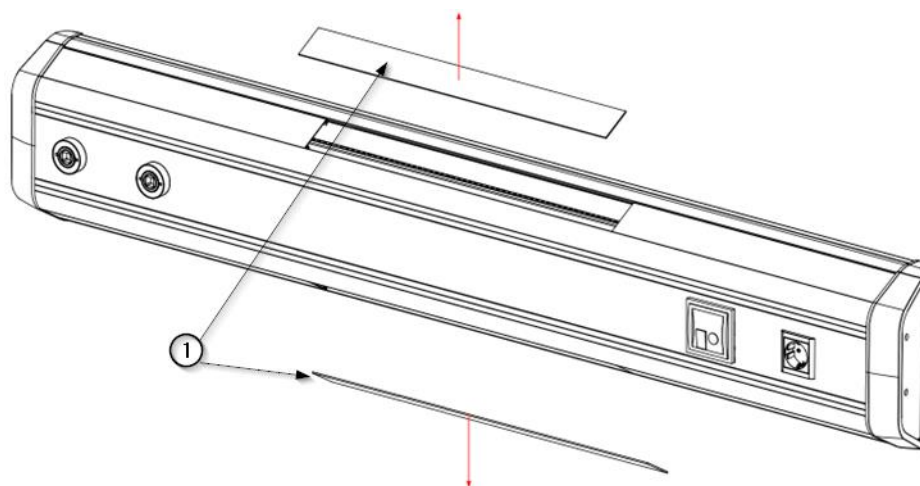

Fig.1 Démontage des diffuseurs supérieurs et inférieurs
- Retirez les diffuseurs de lumière de ① comme indiqué à la Fig. 1. Utilisez un tournevis à lame plate en veillant à ne pas rayer la peinture des couvercles latéraux.